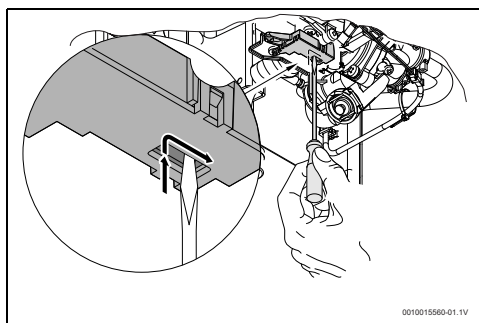

Fig. 28 *Rearme do micro-interruptor*
- ▶ Posicionar o micro-interruptor conforme Fig 28.